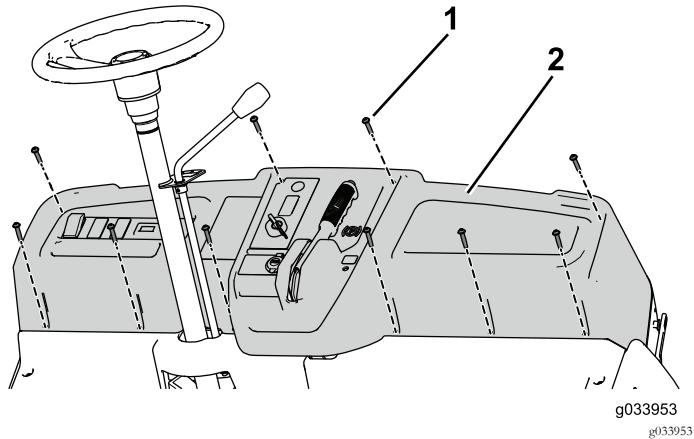

Рисунок 12
- Выверните и сохраните 10 винтов ($1/4 \times 1\text{-}1/4$ дюйма), чтобы частично снять приборную панель, и отсоедините тросы стояночного тормоза, дроссельной заслонки и трос переключения реверса (Рисунок 12).